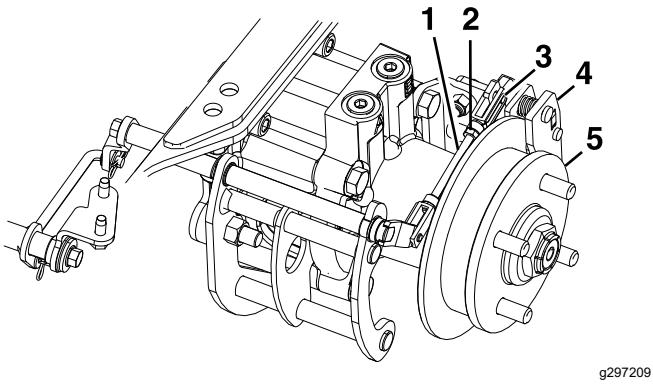

Figure 72
8. Retirez l'axe de chape élastique de la tringlerie arrière et de l'étrier (Figure 72).
12. Serrez l'écrou de blocage sur la tringlerie arrière (Figure 72).